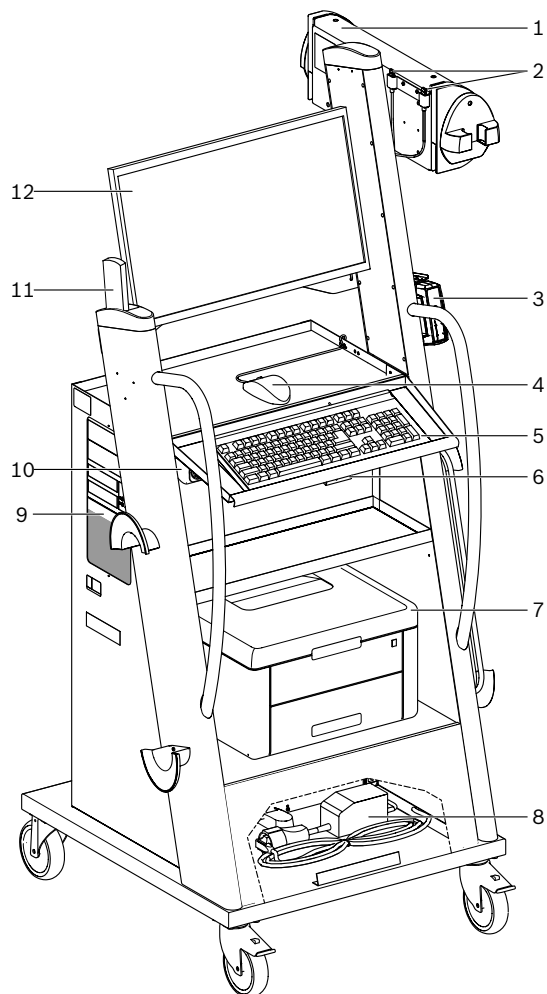
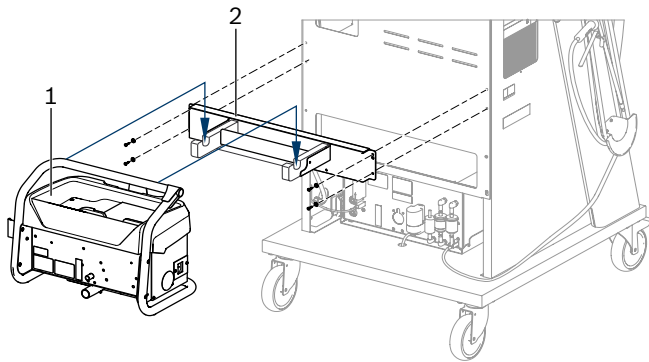

Fig. 1: Vue avant du FSA 740
Fig. 4: Monter la fixation
2. Monter le support pour le BEA 070 (Fig. 4, Pos. 2) sur le chariot.
3. Accrocher le BEA 070 (fig. 4, pos. 1) dans la fixation et si souhaité, brancher le câble de raccordement USB sur le BEA 070 et sur le port USB sur la face avant du PC (fig. 1, pos. 9).
4. Brancher le cordon secteur sur le BEA 070 à la réglette multiprises (fig. 1, pos. 10).
7. Retirer les sécurités de transport de l'imprimante laser selon la notice jointe. Installer l'imprimante laser sur le chariot (Fig. 1, Pos. 7) et la brancher. Le câble de raccordement secteur et le câble de raccordement USB sont déjà prêts à être branchés dans le chariot.
Avec l'interrupteur principal sur la face avant de l'appareil (voir fig. 1 ; pos. 10), allumer et éteindre le FSA 740.